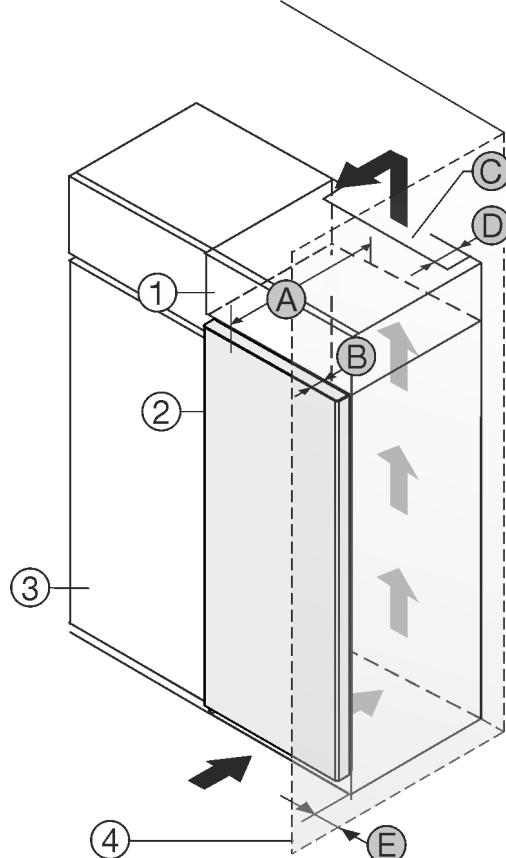

Fig. 1
您可以将冰箱直接放置在餐具柜 Fig. 1 (3)旁边。*
在附加柜背面必须有一个竖风道，其深度 Fig. 1 (D)应超过整个附加柜宽度。*
盖板下必须保有通风横截面 Fig. 1 (C)。*
如果将带铰链的冰箱放置在墙壁 Fig. 1 (4)边，冰箱和墙壁必须至少相距 13 mm。*
如果将带铰链的冰箱放置在墙壁 Fig. 1 (4)边，冰箱和墙壁必须至少相距 20 mm。*
为了能完全打开门，冰箱必须凸出橱柜正面一定门深度 Fig. 1 (B)。根据餐具柜 Fig. 1 (3)的深度，使用壁距调整垫片可以使冰箱更为凸出。*